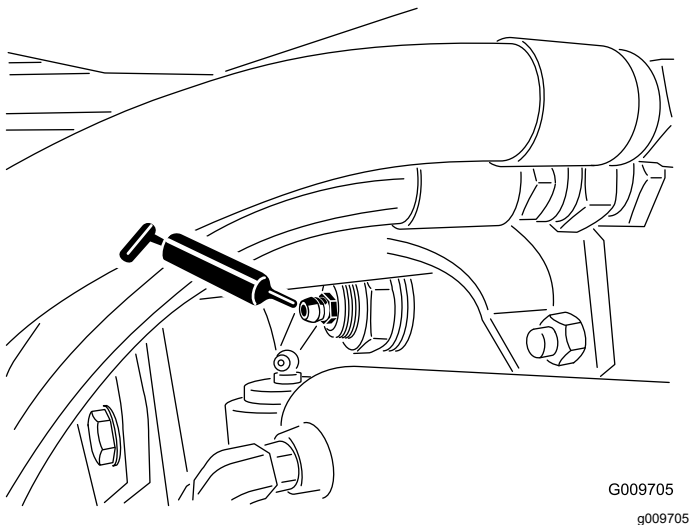

Figura 82
- Casquillos de pivote de eje trasero (2) tal y como se muestra en la Figura 82